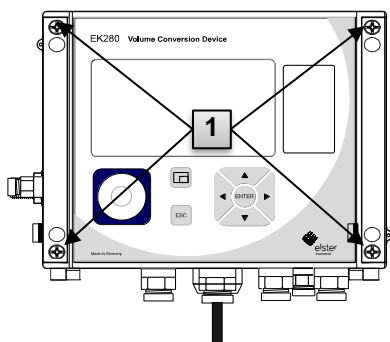

Abb. 28
2. Lösen Sie die vier Schrauben Abb. 28: **1** ,) mit denen das Gehäuse verschlossen ist.
10. Schließen Sie das Gehäuse mit Hilfe der dafür vorgesehenen Schrauben (Abb. 28: **1**).